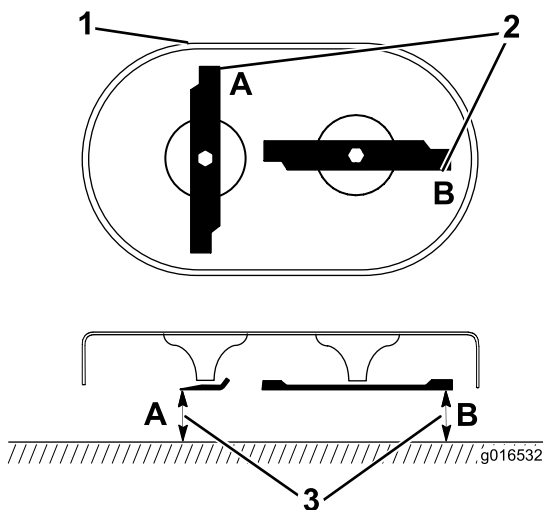

Figura 40
1. Rode as lâminas para a posição que se mostra na Figura 40.
2. Meça a partir de uma superfície nivelada até às extremidades de corte nos locais A e B, (Figura 40) e anote ambas as dimensões.
3. Rode as lâminas de forma a que as extremidades opostas se encontrem nos locais A e B (Figura 40).